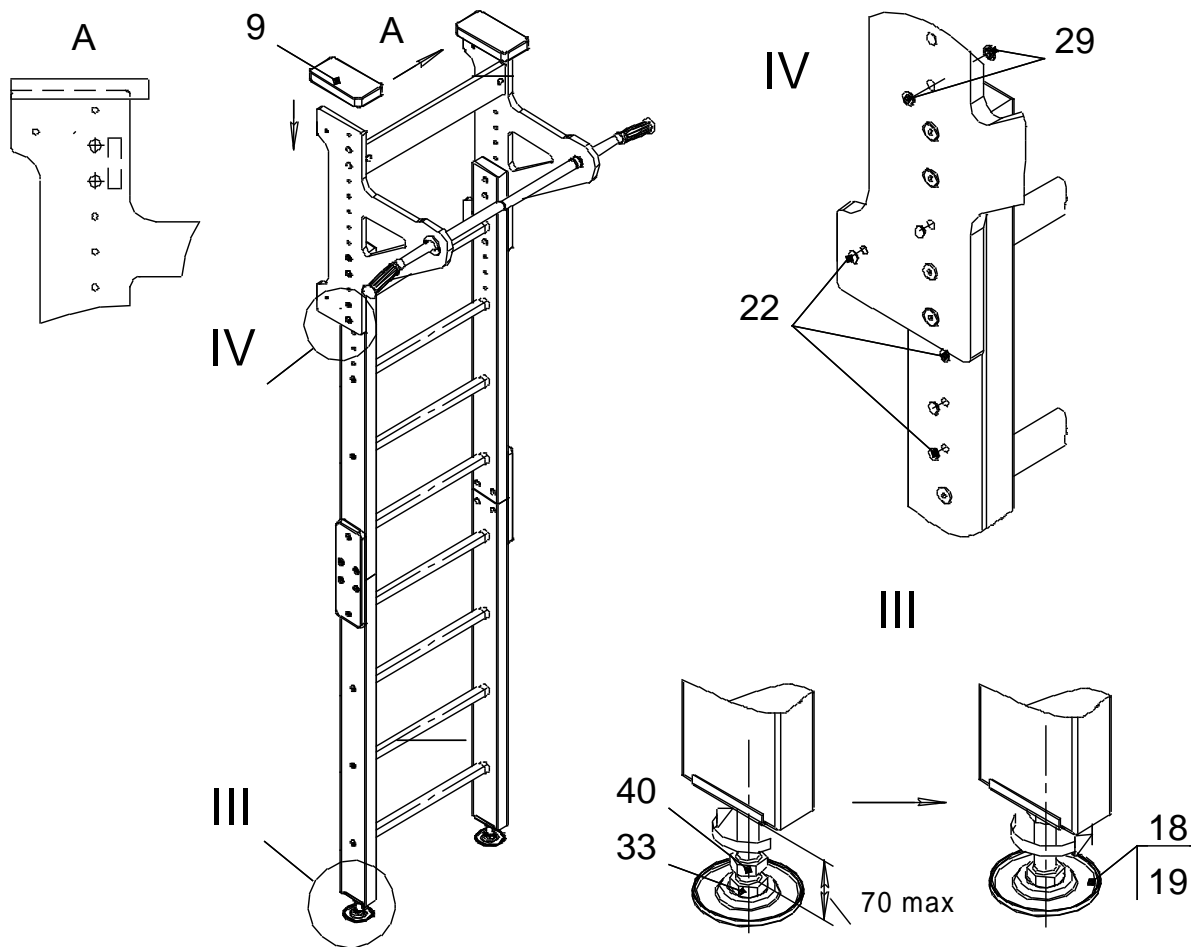

Рис.7
- VII.** На открытые отверстия установить заглушки поз.22; поз.29(см. рис.7; IV).